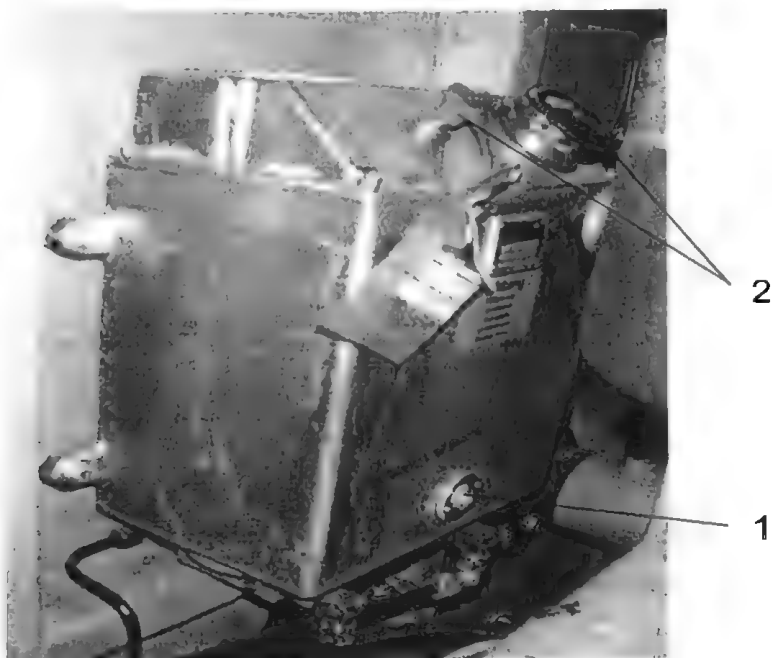

Bild 5-8 / Fettbehälter Spurkranzschmierung
- Füllstand des Fettbehälters am Schauglas überprüfen (Bild 5-8 / Pos.1).
- Bei Bedarf über einen der beiden Einfüllstutzen auffüllen (Bild 5-8/ Pos.2).